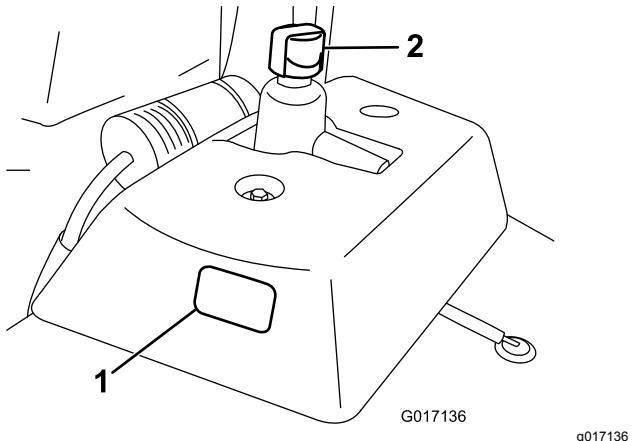

Figura 22
2. Controllate il livello dell'olio attraverso il vetro spia, sul fianco del serbatoio ausiliare dell'olio (Figura 22).